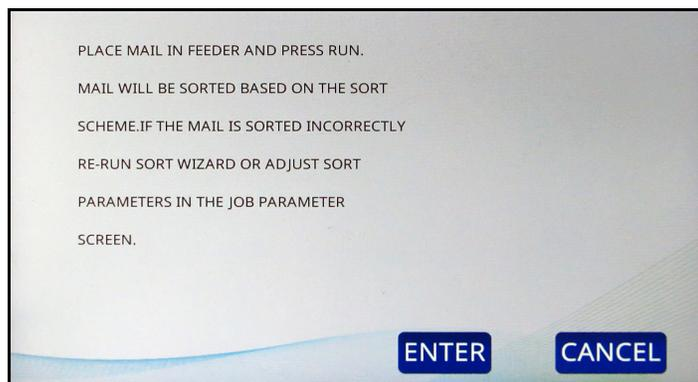

図 6-26 : 情報画面
10. ここでも、メールサンプルをフィーダーに配置するように求められます (図 6-26)。今回の処理は、プライマリーメールとセカンダリーメールの両方を含めることです。郵便物のサンプルは、少なくとも 10 ～ 20 通のすべて異なる郵便物である必要があります。